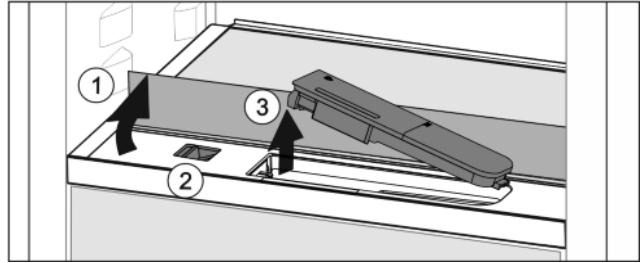

Fig. 36
- ▶ Nosta lasilevyä ja käännä se taaksepäin vasteeseen saakka Fig. 36 (1).
- ▶ Siirrä säädintä Fig. 36 (2) vasemmalle.
- ▶ Poista vesisäiliö Fig. 36 (3).